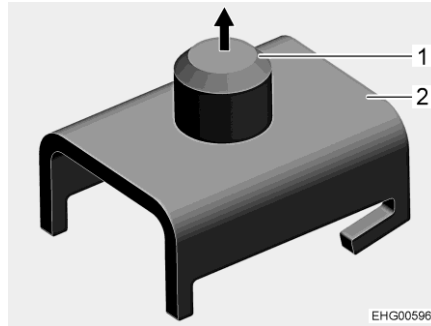
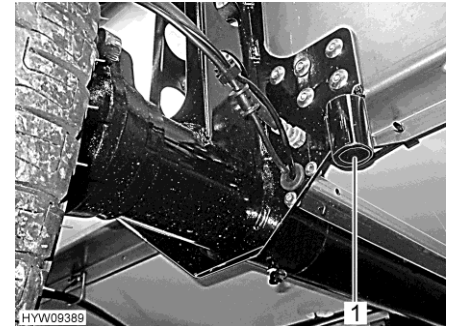

Bild 242 Adapter für Aufnahme Hinterachse
Bild 243 Aufnahme Hinterachse
- Wenn ein Rad an der Hinterachse gewechselt werden soll: Adapter (Bild 242,2) auf dem Wagenheber befestigen.
- Bolzen (Bild 242,1) in Aufnahme der Hinterachse (Bild 243,1) einführen.